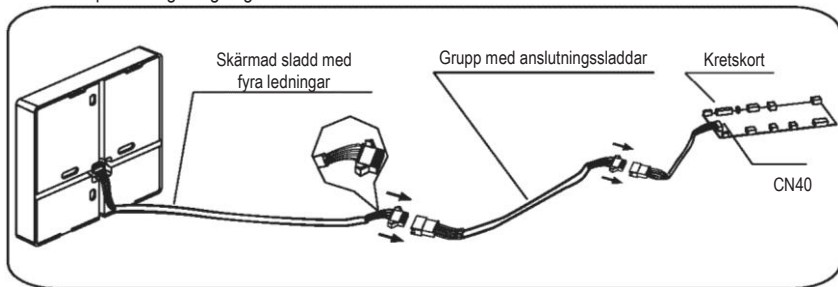

Fig. 3-3
- Anslut honkabelskarven i sladdgruppen från kretskortet till hankabelskarven i anslutande sladdgrupper. (Se Fig.3-3)
- Anslut den andra änden av den anslutande sladdgruppen till hankabelskarven i sladdgruppen från sladdfjärrkontrollen. (Se Fig.3-3)